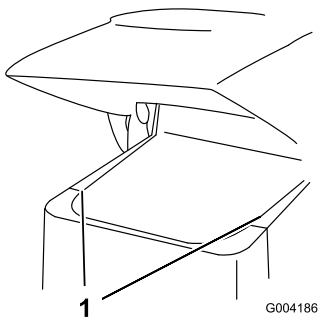

Bild 26
- Schieben Sie die Seitengitter (Bild 26) nach oben und aus den Schlitz im vorderen Gitter und im Rahmen.